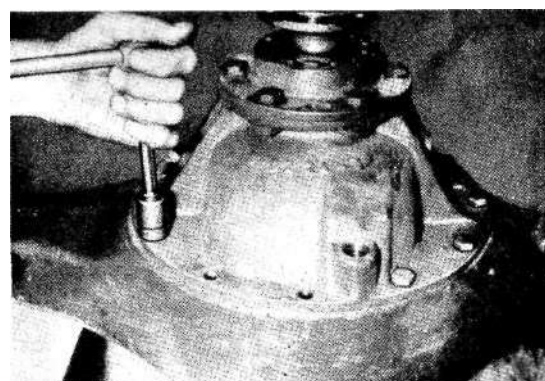

Bild 4-305
34. Ausgleichsgetriebe aus Vorderachsgehäuse ausbauen. (Bild 4-305)